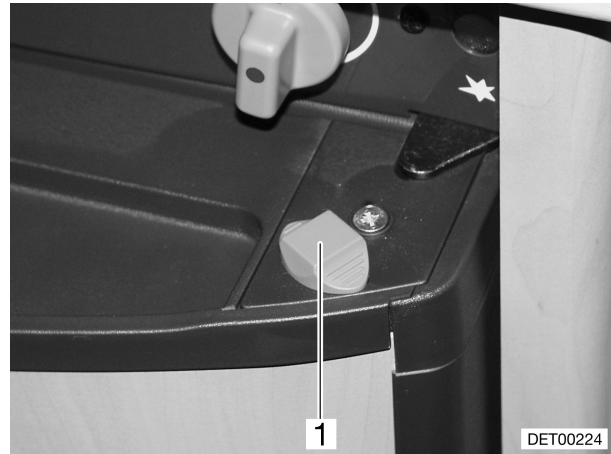

Bild 118 Verriegelung der Kühlschranktür, geschlossen (Variante 2)
- Verriegelung (Bild 118,1) nach außen drehen.